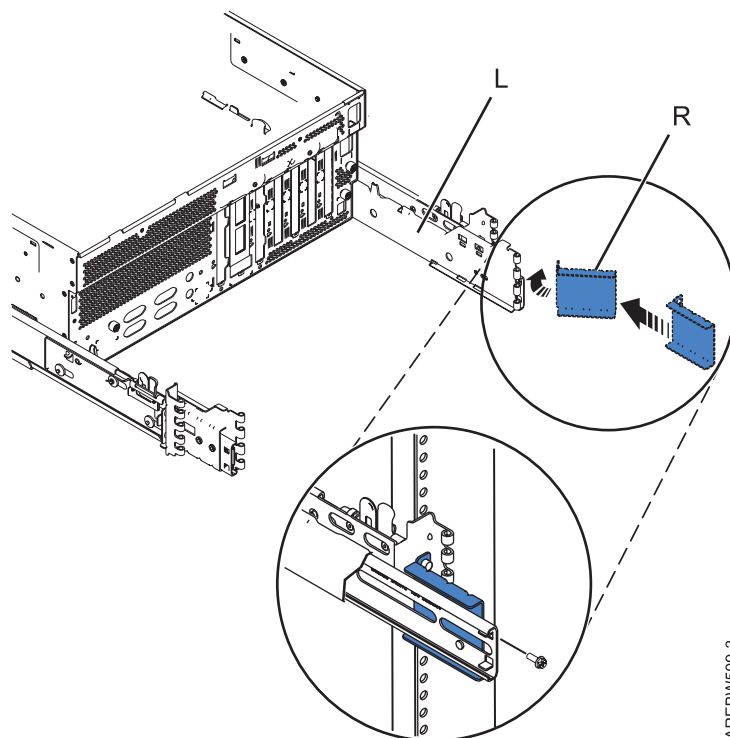

Figure 4. Installation des étriers de fixation de glissière
6. Par l'arrière de l'armoire, comme illustré sur la figure 4, installez l'étrier de fixation de la glissière sur les goupilles d'alignement. Introduisez ensuite une grande vis de retenue de glissière dans le trou situé entre les deux goupilles d'alignement arrière. Ne serrez pas les vis trop fortement.